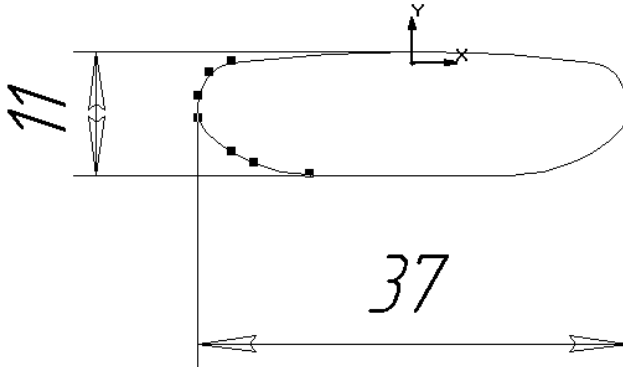

Рисунок 4.9 – Креслення перетину №1
4.2.5 Накресліть ескіз 1 перетину №1, креслення якого наведено на рис. 4.9